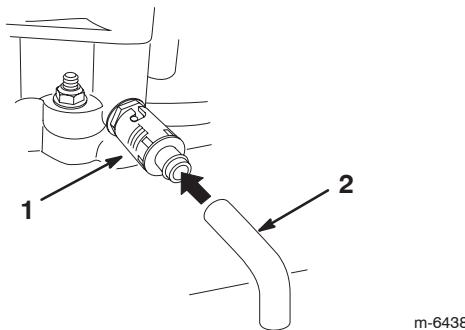

Bild 19
9. Drehen Sie die Ölabblassschraube, damit das Öl herauslaufen kann (Bild 19).
11. Nehmen Sie den Ablassschlauch ab (Bild 19).